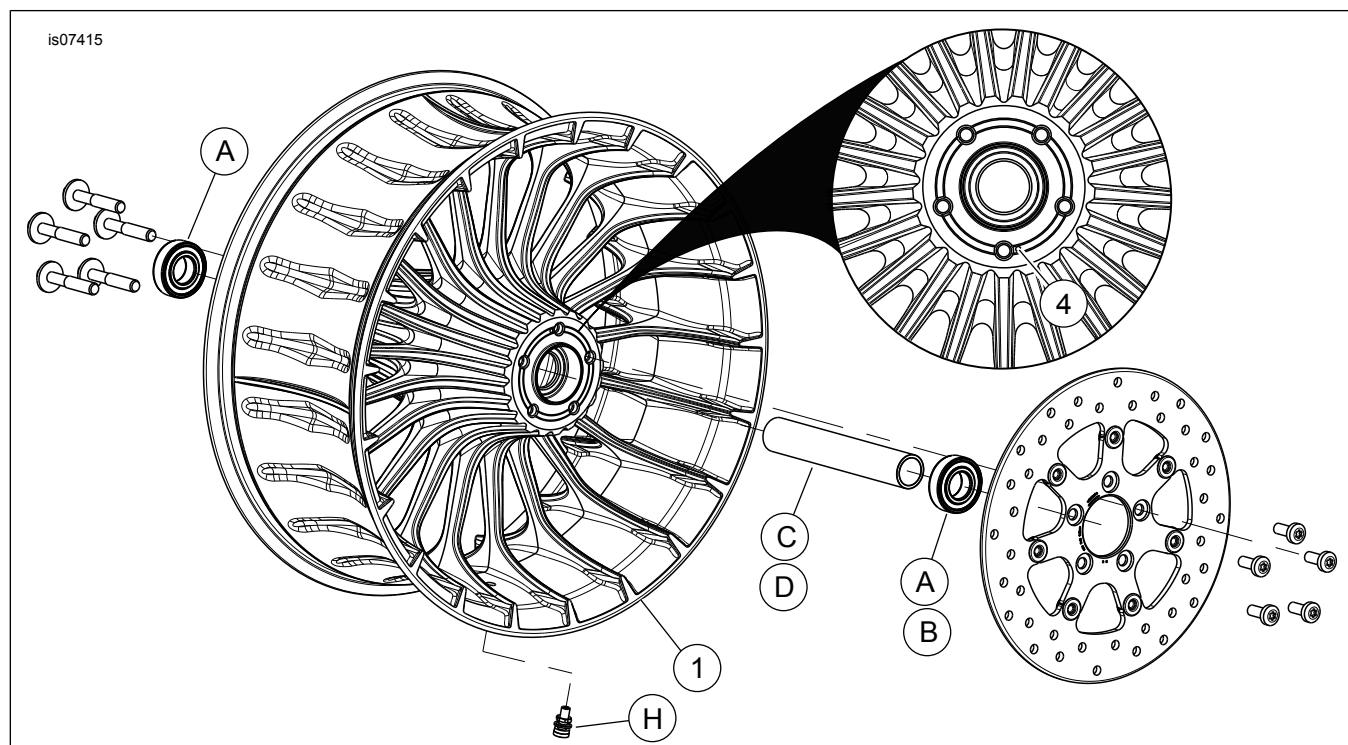

Figura 1. Componente de service: Roata din spate a turbinei
Aceste kituri includ numai roți particularizate. Consultați Figura 1 și Tabelul 2.
2. Consultați Figura 1 . Montați pe roată ansamblul suportului valvei. Consultați manualul de service.